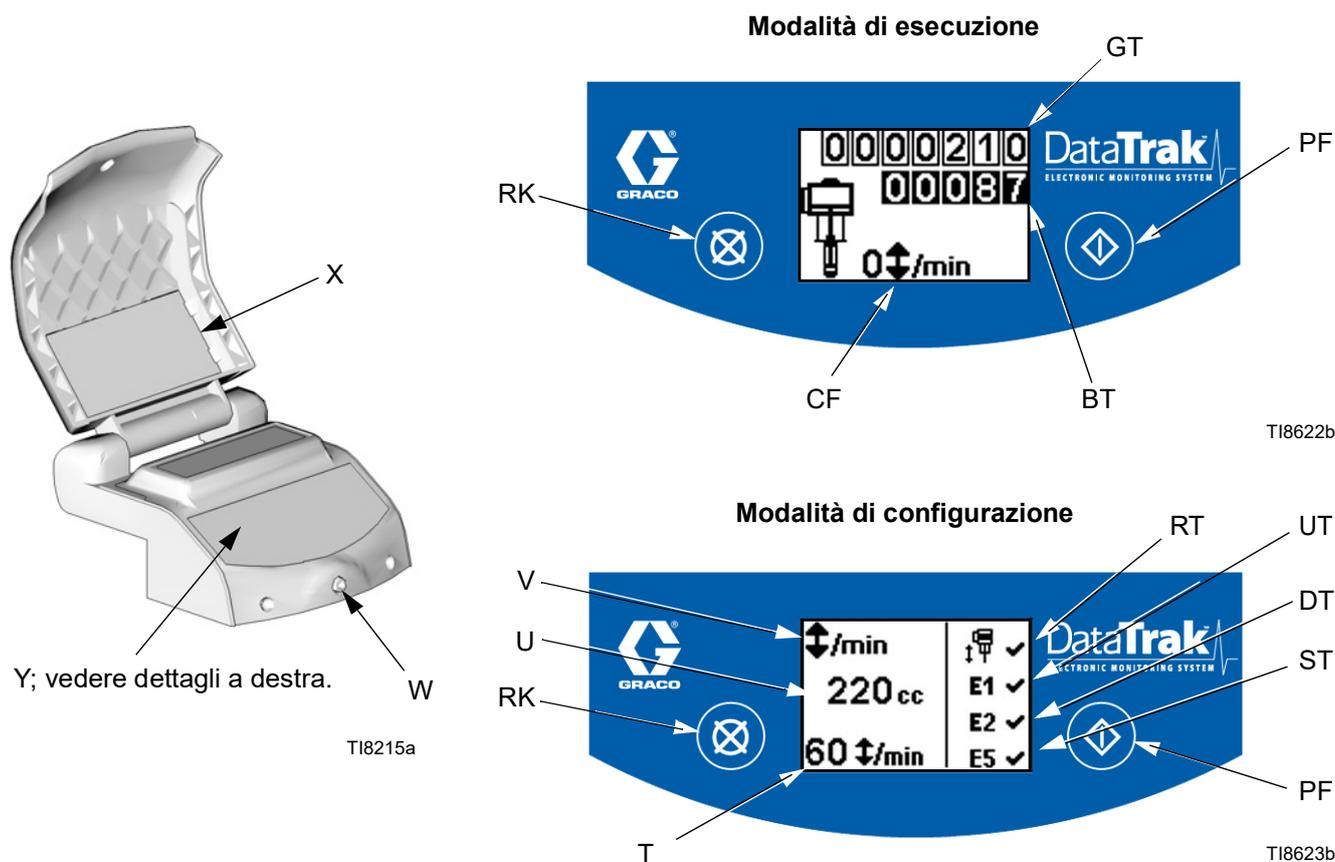

FIG. 3. Controlli e indicatori DataTrak
## Legenda per FIG. 3
1. Vedere FIG. 3. Tenere premuto  per 5 secondi, fino alla visualizzazione del menu di configurazione.
Quando le opzioni di accelerazione e di errore E1, E2 e E5 sono attivate, sulla schermata di configurazione viene visualizzato un ✓. Vedere FIG. 3.
1. Vedere FIG. 3. Se si verifica il fuorigiri della pompa, il solenoide di fuga si attiva, arrestando la pompa stessa. Il LED (W) lampeggia e il display (Y) indica la condizione di fuorigiri (vedere Tabella 1).
2. Per ripristinare il monitoraggio del fuorigiri, chiudere la valvola dell'aria principale (B). Attendere che l'aria si sia completamente scaricata dal motore pneumatico prima di passare alla fase 3. La schermata si modifica per indicare l'operazione, come illustrato in basso.
4. Aprire la valvola dell'aria principale (B) per riavviare la pompa.
Per disattivare il monitoraggio di accelerazione, entrare in modalità di configurazione e impostare il valore su 0 (zero) o portare (RT) su off  (vedere FIG. 3).
1. Vedere FIG. 3. Per accedere alla modalità di adescamento/lavaggio, premere un tasto qualsiasi per riattivare il display, quindi premere . Sul display viene visualizzato il simbolo dell'adescamento/lavaggio e il LED
Vedere FIG. 3. L'ultima cifra del totalizzatore batch (BT) indica i decimi di galloni o litri. Per azzerare il totalizzatore, premere un tasto qualsiasi per riattivare il display, quindi tenere premuto  per 3 secondi.
Vedere FIG. 3. Il display (Y) si spegne dopo un minuto di inattività nella modalità di esecuzione o dopo tre minuti nella modalità di configurazione. Premere un tasto qualsiasi per riattivare il display.
Il DataTrak è in grado di diagnosticare diversi problemi della pompa. Quando il sistema di monitoraggio rileva un problema, il LED (W, FIG. 3) lampeggia e viene visualizzato sullo schermo un codice diagnostico. Vedere Tabella 1.